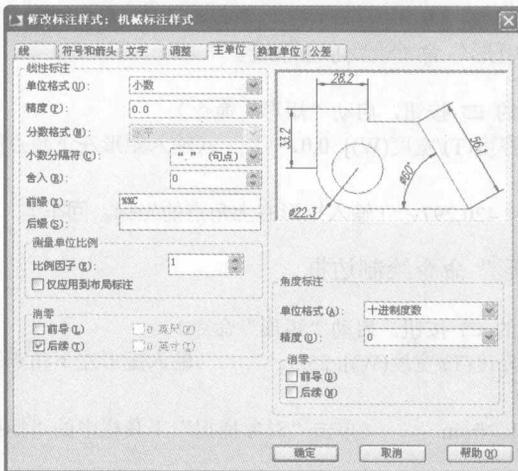

图 1-32 在“主单位”选项卡中添加前缀
1) 在“标注样式管理器”对话框中将“机械标注样式”设置为当前样式。单击“修改”按钮，弹出“修改标注样式”对话框，打开“主单位”选项卡，在“前缀”文本框中用英文输入法输入“%%C”，如图 1-32 所示。